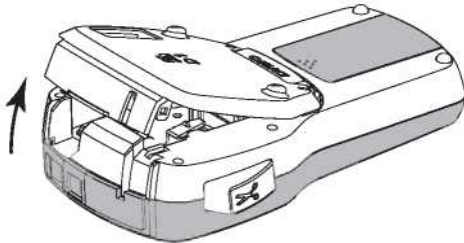

Рисунок 4
- 1 Поднимите крышку кассеты с лентой и откройте ленточный отсек. См. рис. 4.